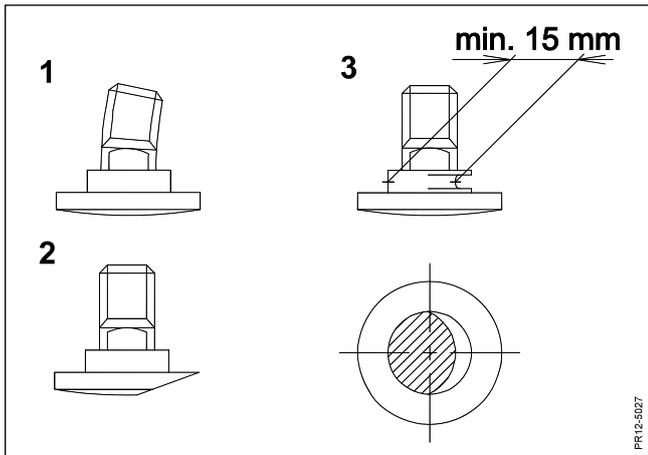

Fig. 5-7
- Fig. 5-7** Le lame devono essere sostituite se: